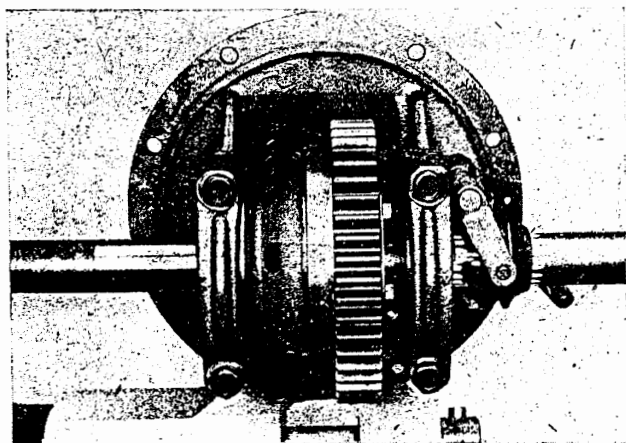

Bild H 32. Differentialsperre mit Antriebswelle – Sperre gelöst
11. Ist dies geschehen, eine Antriebswelle, rechts, oder den Prüfdorn 94 VP-693-5 mit dem Evolventenprofil durch die Schaltmuffe in das Ausgleichgetriebe einführen (Bild H 32).